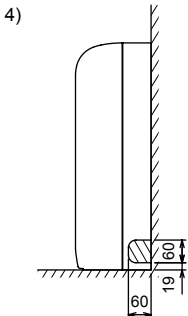

Fig. 3-10
4) Para tubagem direita (Fig. 3-10)